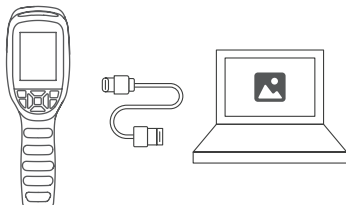

Figure 4.1.1
2. Connectez le TC004 SE à votre ordinateur avec le câble USB fourni (voir Figure 4.1.1).